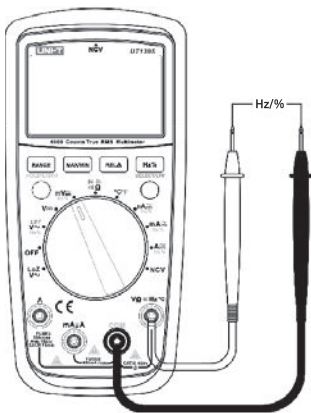

Рисунок 7
- 1) Установите поворотный переключатель в положение **mV** $\approx$, затем в режиме переменного тока нажмите кнопку **Hz/%** для переключения между измерением частоты и коэффициента заполнения (Рисунок 7).